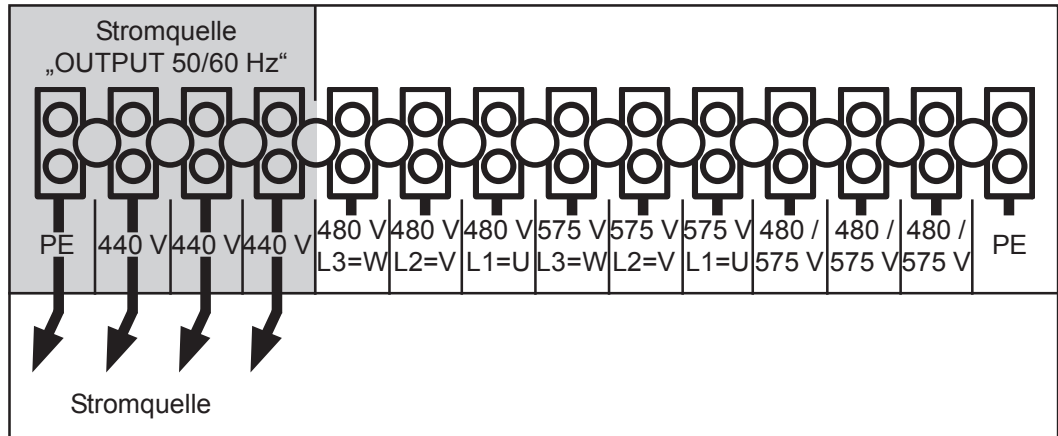

Abb.7 Phasenleiter des Anschlusskabels Stromquelle anklemmen
Die Autotrafos TPS 2700 / TPS 5000 und TIME 5000 ermöglichen den Einsatz der digitalen Stromquelle an Netzspannungen von 480 V und 575 V. Die transformierte Spannung von 440 V ist an der Anschlussklemme für das Anschlusskabel Stromquelle verfügbar (Abb.7).
1. Phasenleiter und Erdleiter (PE-grün) des Anschlusskabels Stromquelle an den Anschlüssen Stromquelle - „OUTPUT 50/60 Hz“ anklemmen (Abb.7)
5. Mittels geeignetem Prüfgerät die Ausgangsspannung an den Klemmschrauben „OUTPUT 50/60 Hz“ der Klemmleiste prüfen (Abb.7)